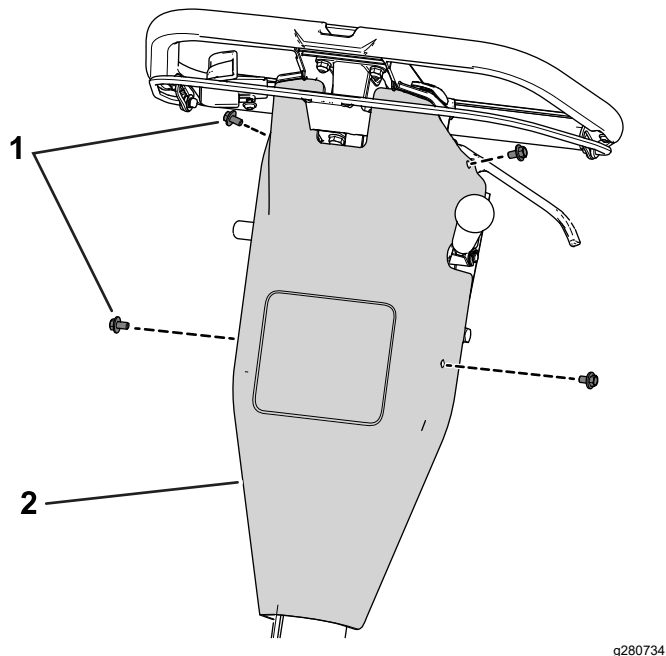

図 41
B. コントロールカバーを後パネルに固定しているねじを外してコントロールカバーを外す 図 41。